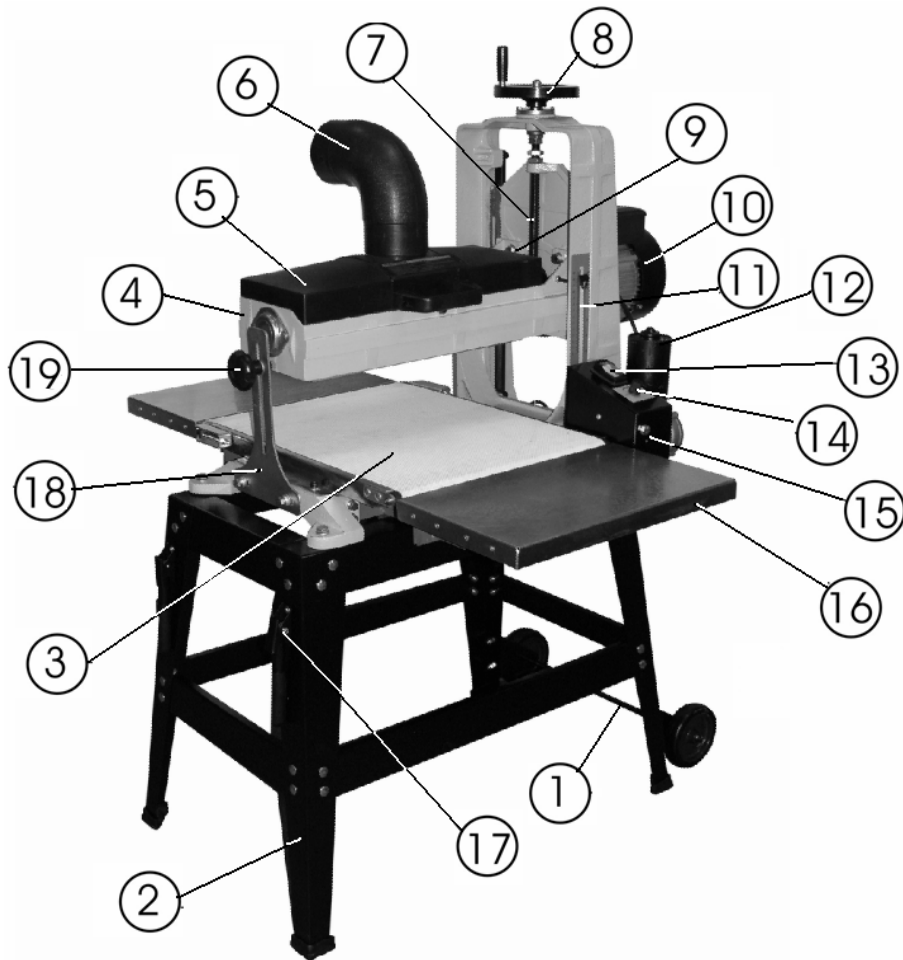

Рис. 4
7.5. Удлинители стола (Рис.4)
- 8.1. Машина состоит из следующих сборочных единиц и деталей (Рис.4):
9.1. Отклонение шлифовального барабана. (Рис. 4)
- Периодически проверяйте прочность закрепления всех резьбовых соединений рамы с двигателем шлифовального барабана, двигателем стола подачи, шлифовального барабана, стола подачи, Рис.4,9.